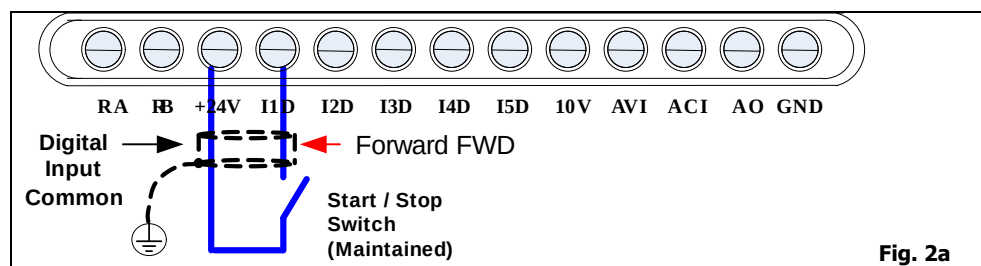

Fig. 2a
- Réaliser les connexions comme présenté ci-dessous dans la fig. 2a.